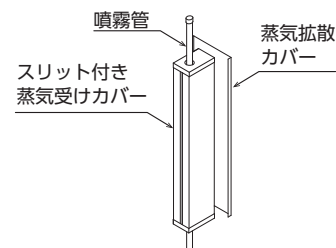

図3-19 ID型蒸気加湿器
- ・ 蒸気噴霧管に専用カバー（スリット付き蒸気受けカバー＋蒸気拡散カバー）を組み合わせた構造となっています。（図3-19参照）